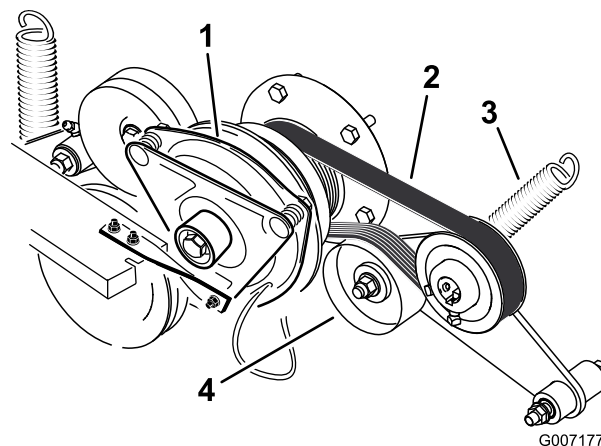

Figura 68
3. Togliete la molla di tensione dal braccio di rinvio (Figura 68).
4. Montate la nuova cinghia attorno alle pulegge del motore e della pompa idraulica (Figura 68).
6. Montate la molla sul braccio di rinvio (Figura 68).